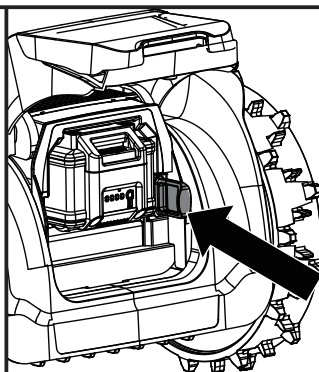

Fig. 2
4. Introduzca la llave de seguridad en los orificios situados cerca del compartimento de las pilas (Fig. 2).